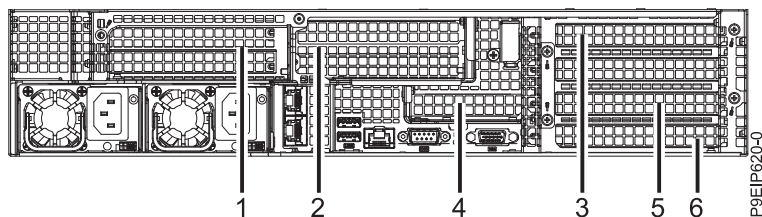

Figura 53. Posições do adaptador PCIe 9006-22P
2. Um adaptador pode compartilhar uma placa riser PCIe com outros adaptadores. Rotule e remova quaisquer cabos e plugues que se estendem para fora dos adaptadores. Consulte o Figura 53 na página 88.